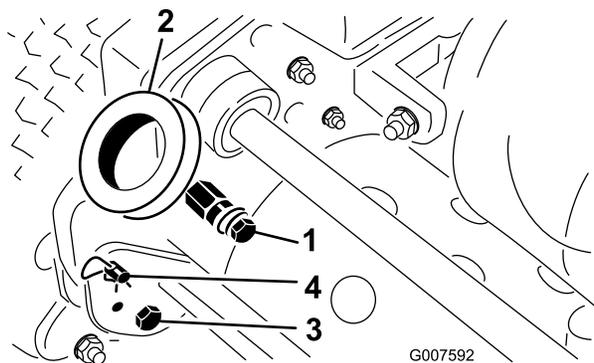

図 2
1. ハンドルアームの下部を機体の両側に固定しているボルト、ロックナット、ワッシャを取り外す 図 2。
2. ハンドルアームをフレーム後部に固定しているヘアピンコッターとリングピンを取り外す 図 2。
3. ハンドルの各端をハンドルアームの穴に差し込み、取り付けピンとハンドルの穴を整列させる 図 2。
1. 機体左右のリングピンからヘアピンコッターを抜き取る 図 2。
2. ハンドルを支えながら、左右のリングピンを抜き、ハンドルを希望の高さにセットする 図 2。